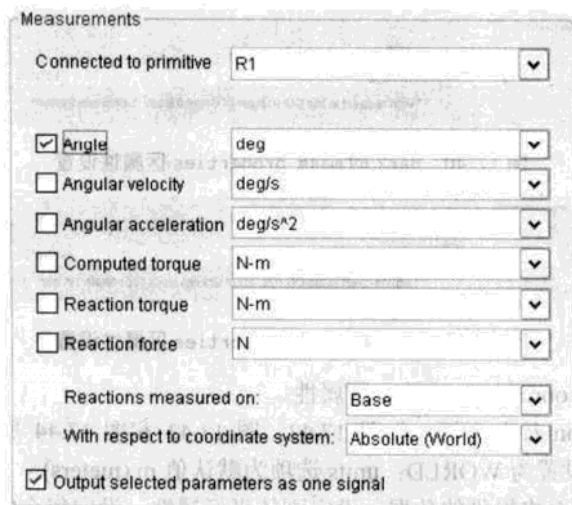
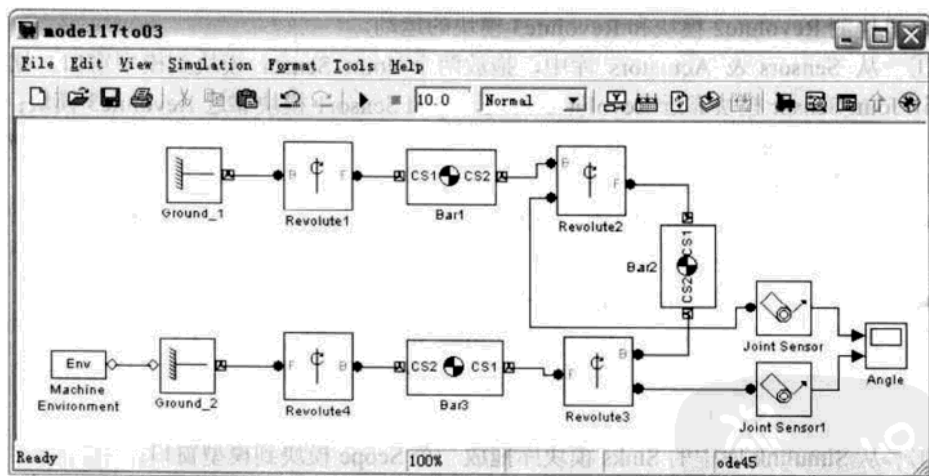

图 17.42 Joint Sensor 模块和 Joint Sensor1 模块参数设置
图 17.43 添加 Joint Sensor 模块后完整模型图
首先设置 Position 控制面板, 如图 17.42、图 17.43 和图 17.44 所示。Components in axes of 中各选项都设置为 WORLD; units 选项为默认值 m (meters)。
① 从 Sensors & Actuators 库中, 拖放两个 Joint Sensor 模块到模型窗口。摆放模块, 让 Joint Sensor 模块靠近 Revolute2 模块, Joint Sensor1 模块靠近 Revolute3 模块;
② 将 Joint Sensor 模块连接到 Revolute 模块之前, 还必须在 Revolute 模块上增加一个端口。打开 Revolute2 参数对话框:
- ③ 重复第二步, 将 Revolute3 模块和 Joint Sensor1 模块连接起来;
- ④ 将 Joint Sensor 模块和 Joint Sensor1 模块的输出端口与 Scope 模块连接起来;
(2) 添加 Scope 模块
- ① 从 Simulink 库中的 Sinks 模块库拖放一个 Scope 模块到模型窗口;
- ② 双击 Scope 模块, 在弹出窗口中单击  按钮, 在弹出对话框中设置 Number of axes 为 2, 单击 OK 按钮, 关闭参数对话框;
- ③ 将 Joint Sensor 模块和 Joint Sensor1 模块的输出端口与 Scope 模块连接起来;
- ④ 打开 Joint Sensor 模块和 Joint Sensor1 模块, 设置如图 17.42 所示。
最后得到完整的模型图如图 17.43 所示。